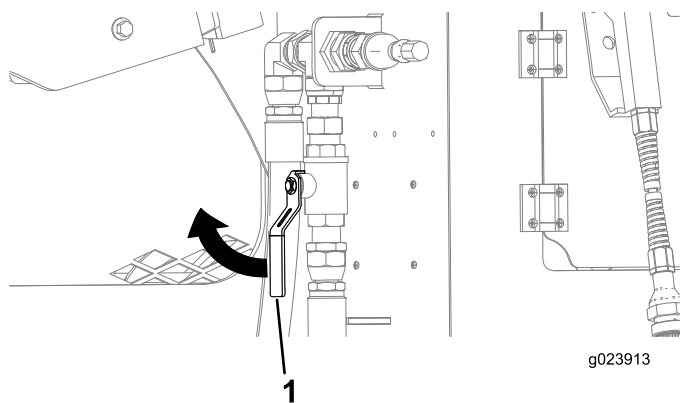

Figura 135
4. Asegúrese de que la válvula situada cerca del compartimento trasero está CERRADA (Figura 135).